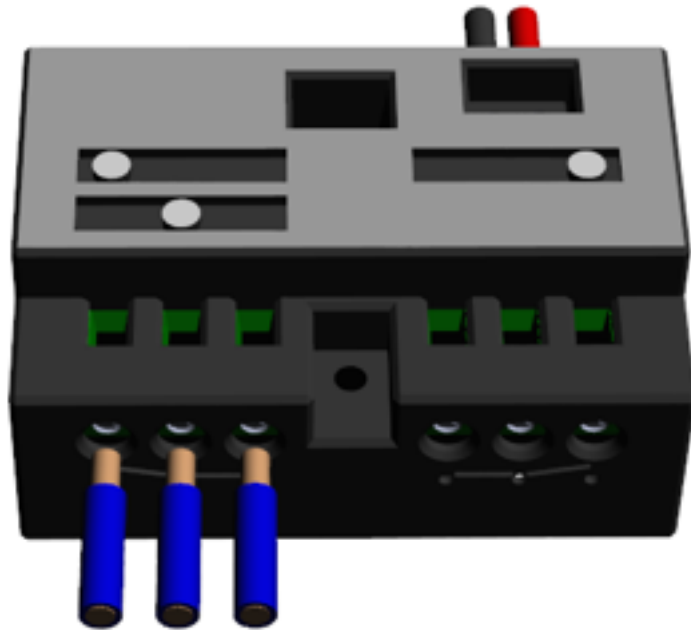

Figura 2
- se il tasto è uno solo (tasto centrale) collegare i fili sulla morsetteria indicata sulla scatola (Figura 2):